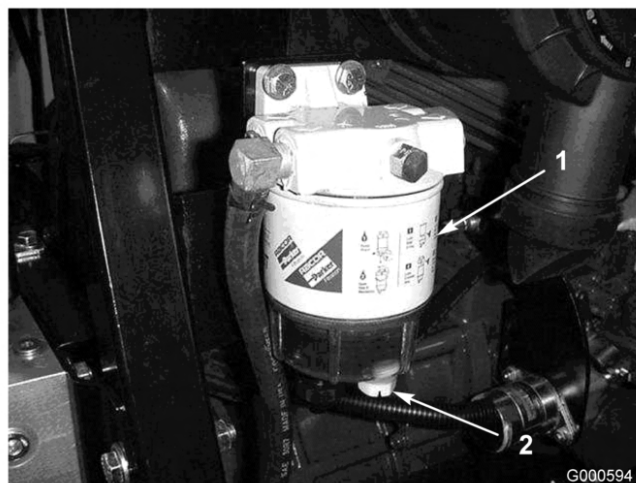

図 35
水セパレータ（図 35）の水抜きは毎日おこなって異物を除去してください。
2. フィルタ容器（図 35）下部のドレン・プラグをゆるめて水や異物を流し出す。終了したらプラグを締める。